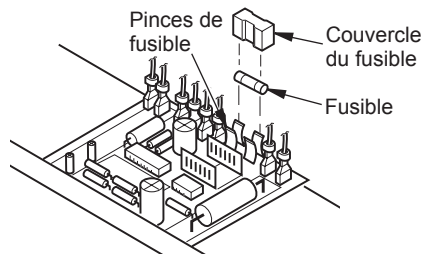

Figure 32 - Remplacement du fusible
3. Retirez le panneau qui recouvre le fusible (voir figure 32).
4. Retirez le fusible de la pince qui le retient (voir figure 32).
6. Remettez le panneau qui recouvre le fusible en place (voir figure 32).